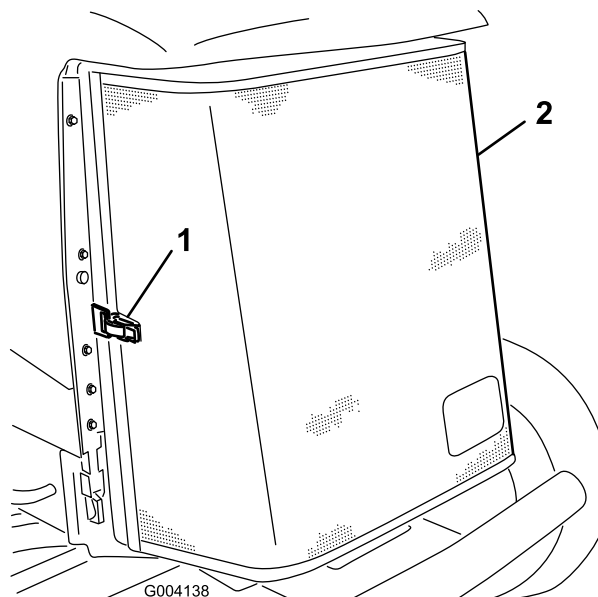

Figure 112
5. Déverrouillez la protection arrière et faites-la pivoter pour l'ouvrir (Figure 112).